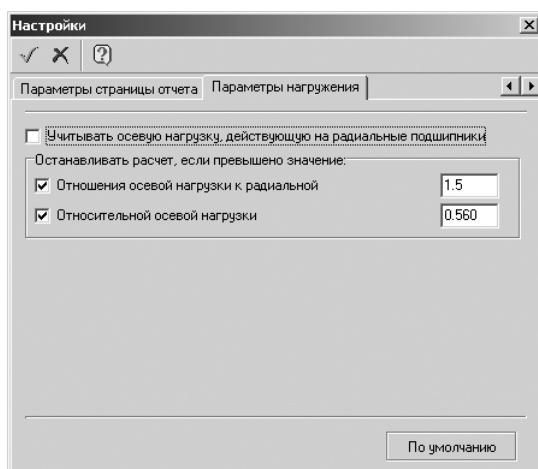

Рис. 3.62. Диалоговое окно **Настройки** с открытой вкладкой **Параметры нагрузки**
- щелкните в диалоговом окне **Настройки** по вкладке **Параметры нагружения**, см. рис. 3.62;